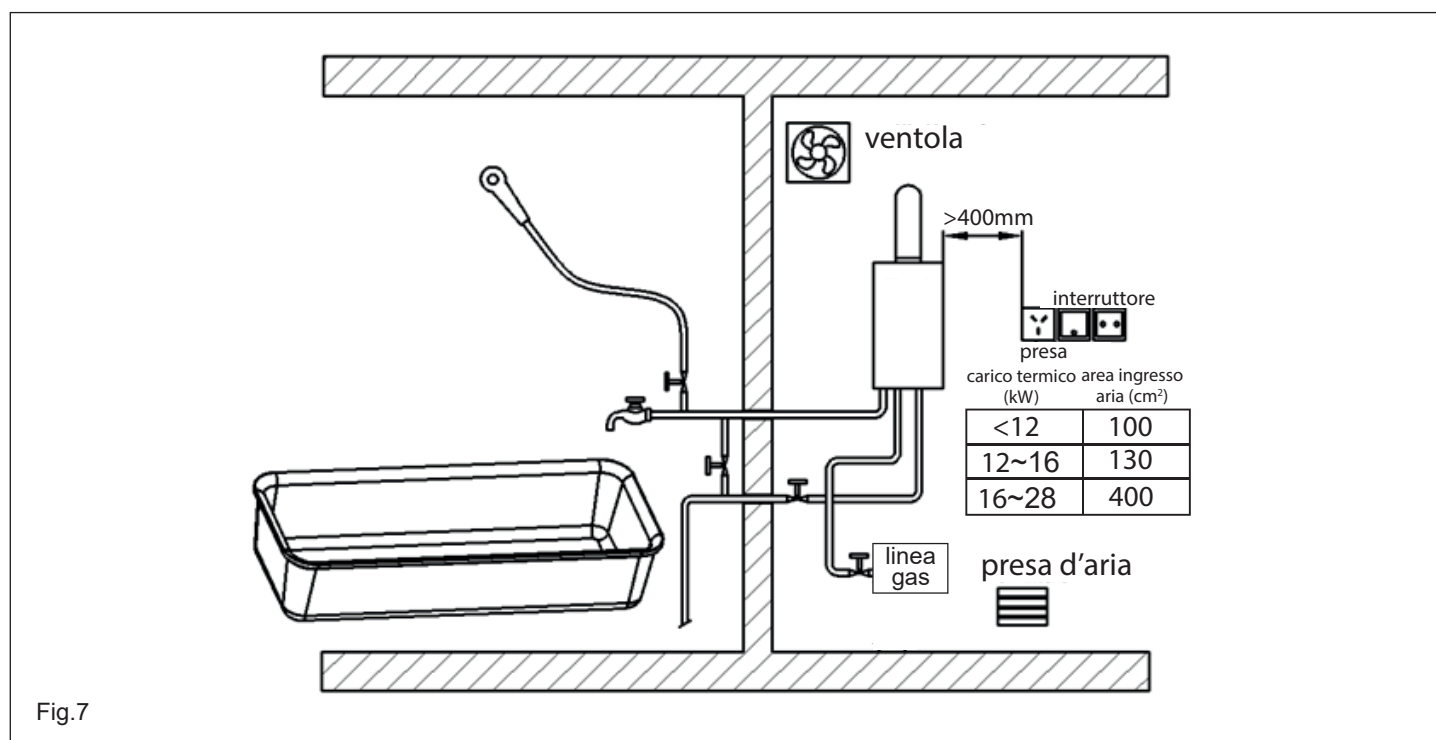

Fig.7
- Nella parete deve essere praticato un foro di ventilazione e un foro di presa d'aria di collegamento con l'esterno e le dimensioni del foro non devono essere inferiori a quelle indicate nella tabella di Fig.7. La ventola di aerazione, se presente, deve essere installata sopra l'apparecchio e il livello del foro di aspirazione dell'aria deve essere più basso dell'apparecchio. L'apparecchio deve essere posizionato a una distanza di almeno 400 mm dagli interruttori elettrici (Fig.7) e non devono essere posizionati sopra l'apparecchio né cavi né apparecchiature elettriche.